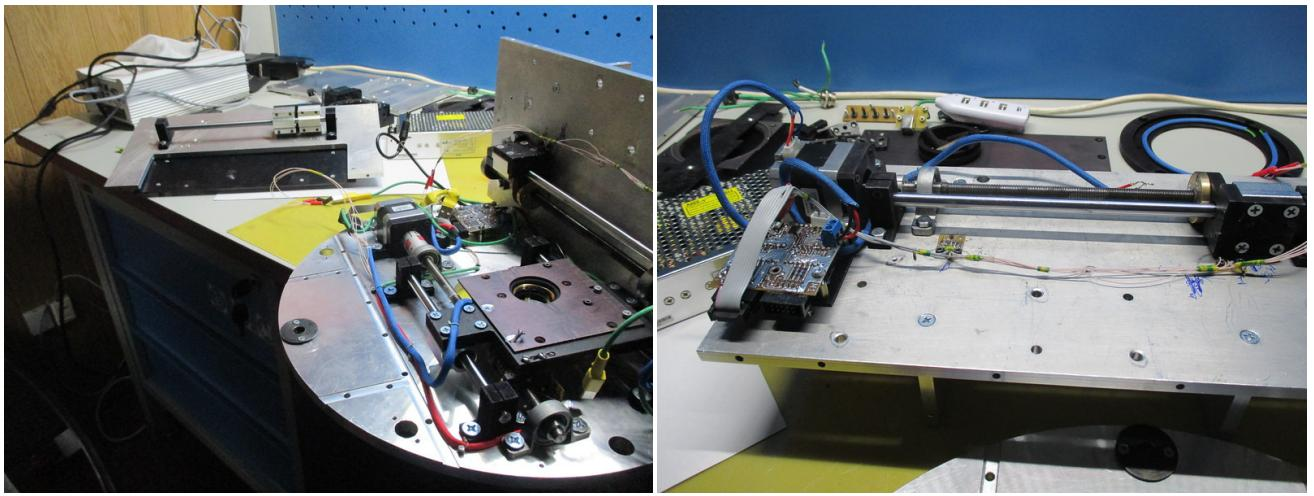

Рис. 25: Отсоединение стоек.
12. Отсоединить от фланца прибора стойки с элементами линейного транслятора анализатора поляризации и управляющего контроллера (см. рис. 25).